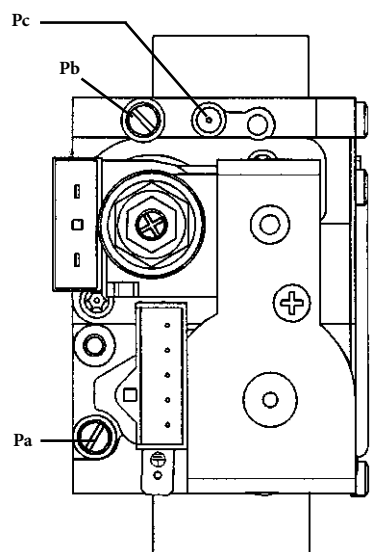

Рисунок 12
Порядок калибровки регулятора давления слегка отличается, в зависимости от типа используемого газового клапана (HONEYWELL или SIT, смотри рисунок 12).
- соединить розетку положительного давления дифференциального манометра, по возможности водного, с точкой давления (Pb) газового клапана (Рисунок 12). Соединить, только для моделей с герметичной камерой, отрицательную розетку того же манометра со специальной точкой "Т", позволяющей соединить вместе розетку компенсации котла, розетку компенсации газового клапана (Pc) и сам манометр. (такое же измерение может быть выполнено, соединив манометр с розеткой давления (Pb) и без передней панели герметичной камеры);
- Убедиться, что динамическое давление подачи котла, измеренное на точке отбора давления (Pa) газового клапана (Рисунок 12) правильное (37 мбар) для пропана или 20 мбар для природного газа.